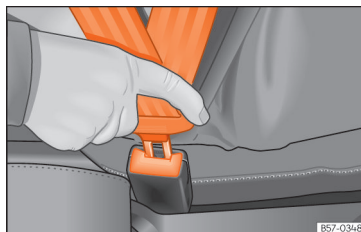

Рис. 25 Пристібання ремня безпеки.
- Вставте язичок пряжки в замок для відповідного сидіння >>> **рис. 25.**